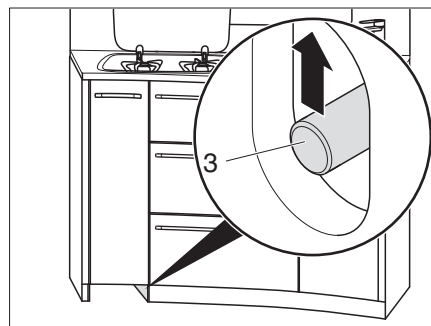

Fig. 132 Sbloccare i cassetti della cucina
- Spingere l'asta di spinta (Fig. 132,3) verso l'alto.